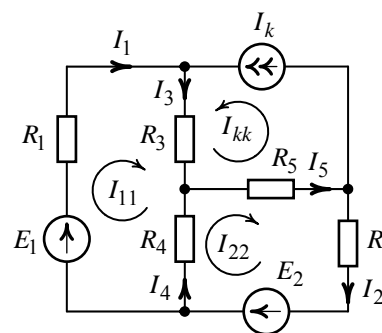

Рис. 4.4
Положительные направления токов в ветвях схемы обозначим в соответствии с рис. 4.4.
Независимые контуры и направления протекания контурных токов I_{11} , I_{22} обозначены на рис. 4.4.
Для ветви с источником тока I_k создадим третий контур с контурным током I_{kk} по направлению, совпадающему с направлением источника (рис. 4.4).
6. Действительные токи в ветвях (рис. 4.4) находим как алгебраическую сумму контурных токов смежных контуров: